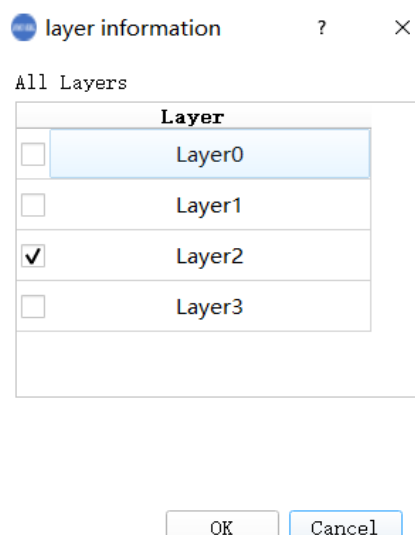

图 3.3.6 选择层界面
(12)点击右上方“Layer”可选择任一层的能量沉积（如图 3.3.6）。默认显示全部层。可选择多个层进行显示。